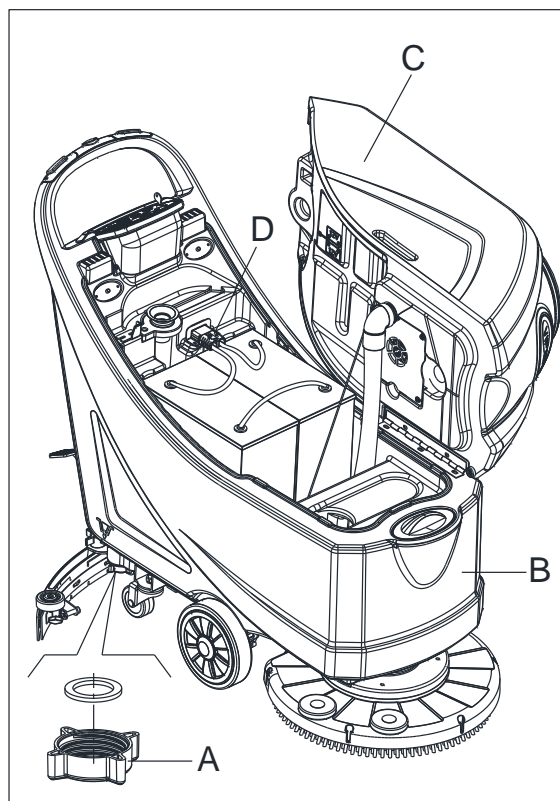

Figura 13
7. Esvazie o tanque de solução com a mangueira (A, Figura 13). Quando terminar, limpe o tanque com água limpa.
2. Esvazie os tanques (B e C, Figura 13) como mostrado no parágrafo anterior.